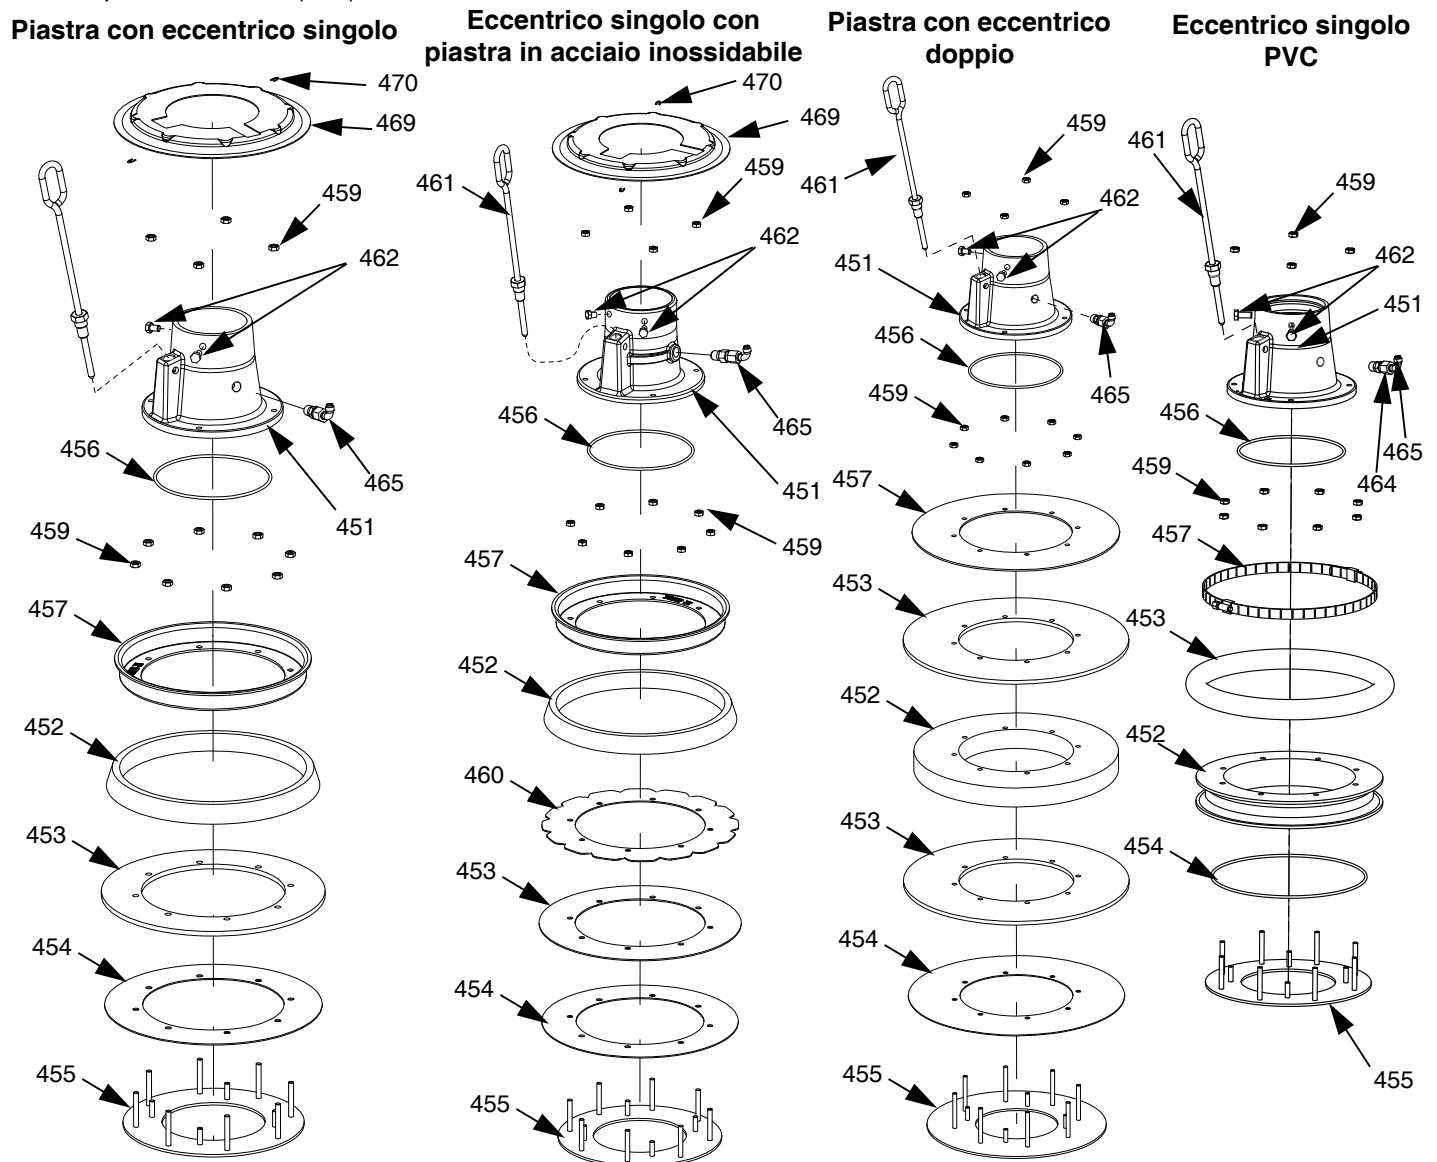

FIG. 14: Gruppi eccentrici singoli e doppi
1. Rimuovere il gruppo eccentrico; vedere FIG. 14:
- a. Per tutte le piastre degli eccentrici singoli: Estrarre i due fermi (470) con pinze a becco e rimuovere il coperchio della piastra (469).
- b. Smontare gli otto dadi (459) che fissano il gruppo eccentrico alla fusione della piastra (451) e rimuovere il gruppo eccentrico.
2. Rimuovere gli otto dadi (459) sul gruppo eccentrico.
3. Separare la piastra (457), il distanziale (452), gli eccentrici (453), il supporto dell'eccentrico (454) e la piastra inferiore (455).